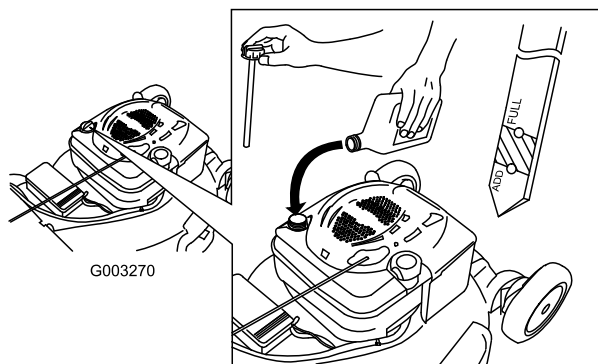

Figure 6
2. Versez de l'huile **lentement** dans le goulot de remplissage pour faire monter le niveau de liquide jusqu'au repère du plein (Full) sur la jauge (Figure 6). **Ne remplissez pas excessivement.** (Remplissage max. : 0,59 l, type : huile détergente SAE 30 de classe de service API SF, SG, SH, SJ, SL ou supérieure.)
1. Retirez la jauge (Figure 6).